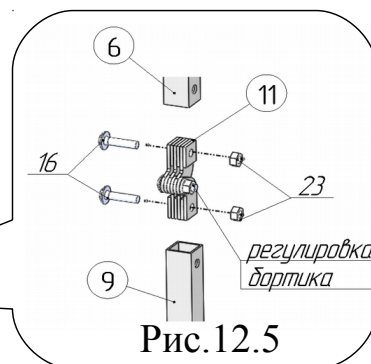

Рис.12.5
13. Установить шарниры поз. 11 в бортик поз.6 и стойки бортика поз.9 (рис.12.5). Закрепить, используя Винт М6х25 поз.16, гайку М6 со стопорным кольцом поз.23. **Регулировка усилия складывания бортика** производится затяжкой или ослаблением винта и гайки в центре шарниров (рис.12.5).